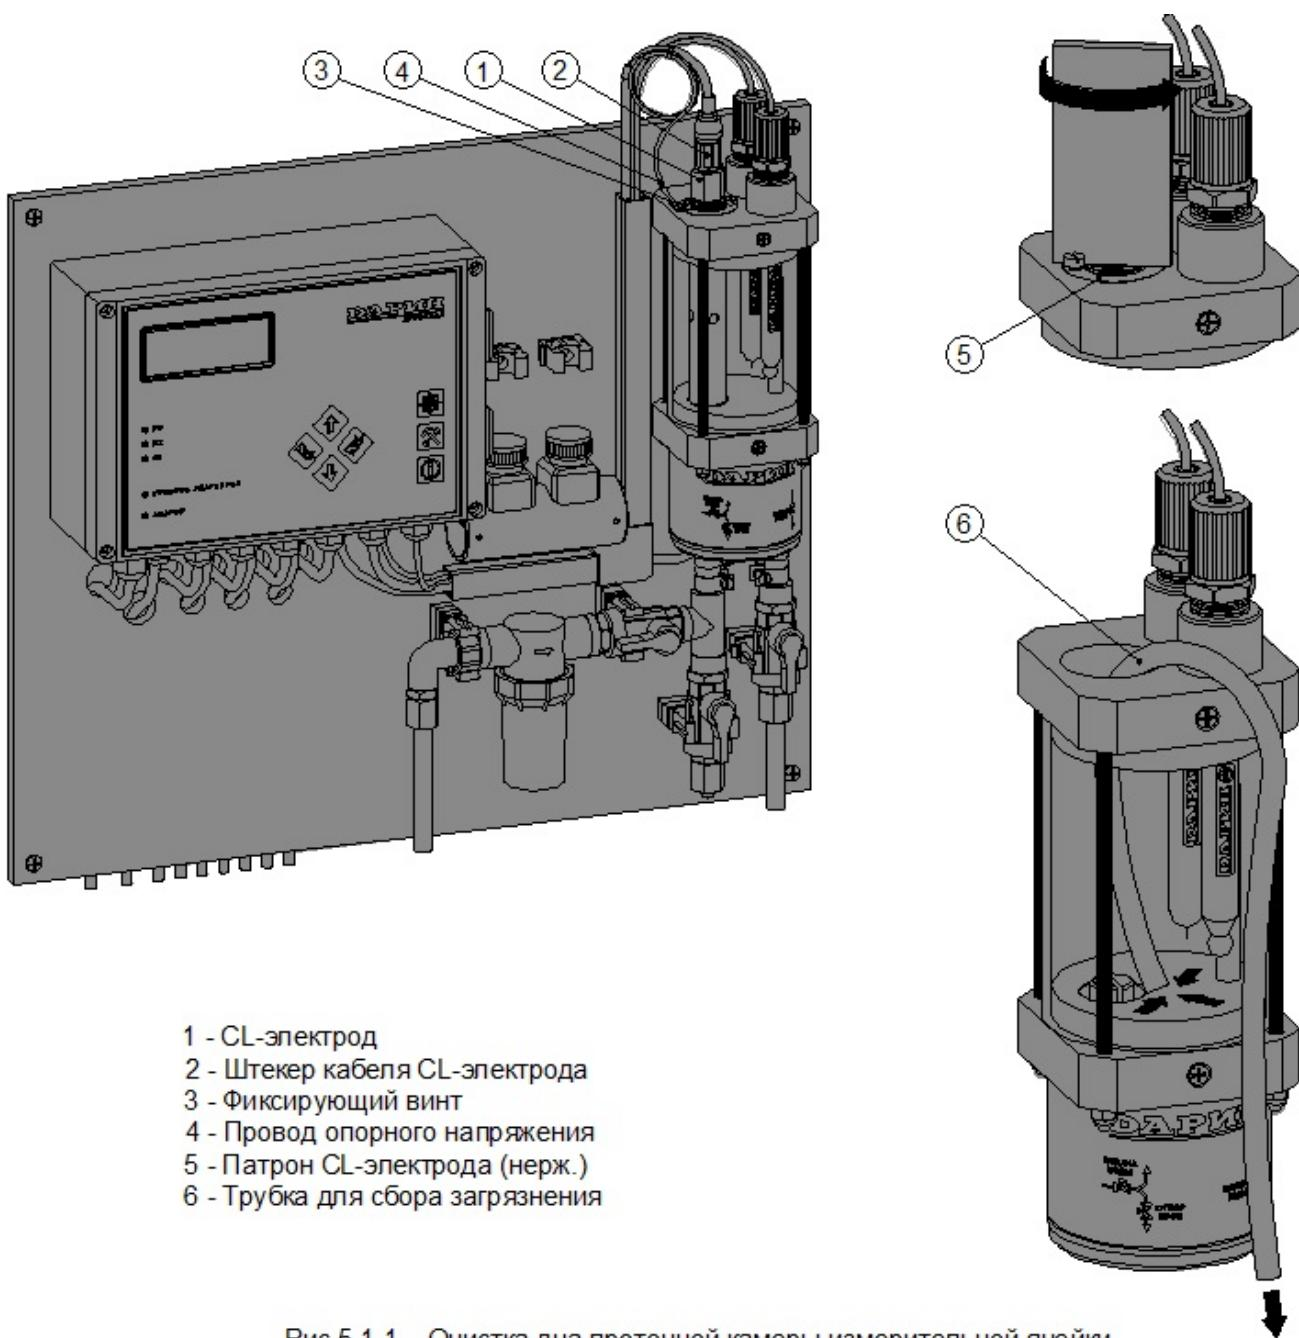

Рис.5.1-1 Очистка дна проточной камеры измерительной ячейки
- если измерительная ячейка имеет CL-электрод, то отсоединить штекер кабеля от CL-электрода (см. рис.5.1-1, поз. 1 и 2); ослабить фиксирующий винт и отсоединить провод опорного напряжения от ячейки (см. рис.5.1-1, поз. 3 и 4); выкрутить CL-электрод из ячейки; далее выкрутить патрон CL-электрода из ячейки (см. рис.5.1-1, поз. 5);
- опустить один конец трубы на дно проточной камеры измерительной ячейки, а на другом конце трубы создать разряжение, чтобы из проточной камеры пошла вода, и опустить этот другой конец трубы в приёмную ёмкость (см. рис.5.1-1, поз. 6);
- слегка выкрутить гильзу pH-электрода (см. рис.5.1-1, поз. 7), чтобы из ячейки смог выходить воздух, дождаться заполнения ячейки водой и закрутить гильзу pH-электрода обратно; наличие воздуха в ячейке не нарушает её работоспособности, но желательно заполнять ячейку водой полностью;